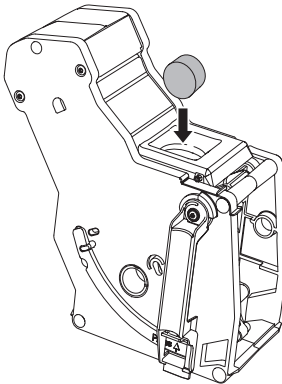

Abb. 18: Reinigungstablette in die Brühgruppe legen.
4. Entnehmen Sie die Brühgruppe und reinigen Sie die Brühgruppe, wie in Kapitel 8.2 Brühgruppe reinigen auf Seite 35 beschrieben. Schalten Sie das Gerät dabei nicht aus. 5. Legen Sie eine Reinigungstablette in die Brühgruppe (siehe Abb. 18). Setzen Sie die Brühgruppe in das Gerät ein, wie in Kapitel 8.2 Brühgruppe reinigen auf Seite 35 beschrieben. » Das Gerät zeigt an, dass die dritte Programmstufe erreicht ist. » Der Reinigungsprozess startet.